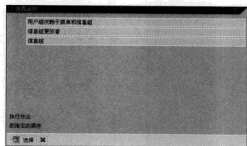

图 6-28 选择“信息组”选项
STEP 1 在命令栏输入 SPRO 命令，通过菜单选择“人事管理→人员管理→定制过程→动作→定义信息组”选项，在弹出的“选择活动”对话框中选择“信息组”选项，如图 6-28 所示。